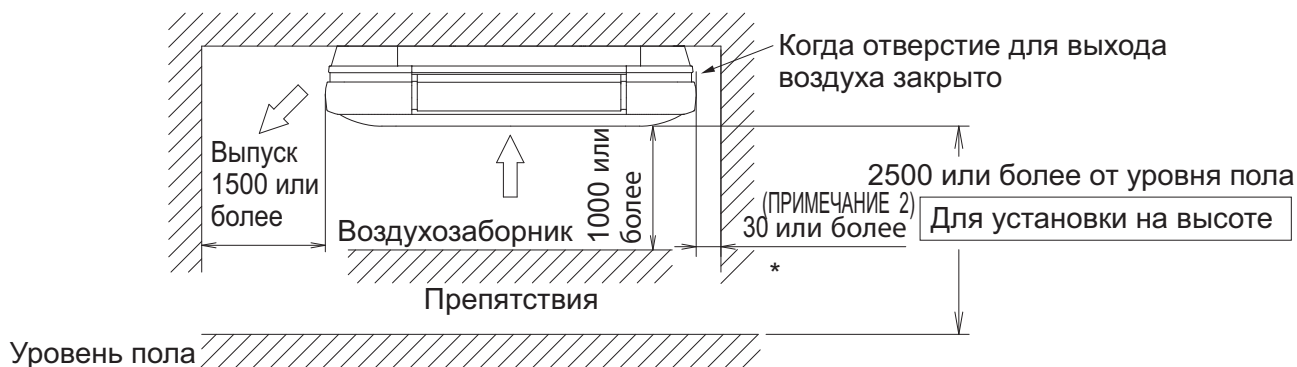
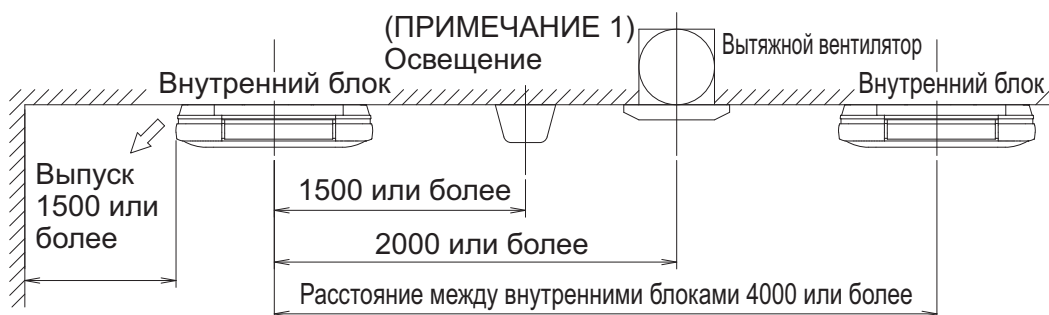

Рис. 1
Рис. 2
(1) Выберите место для установки, одобренное заказчиком и соответствующее следующим условиям.
- (См. рис. 1 и рис. 2)